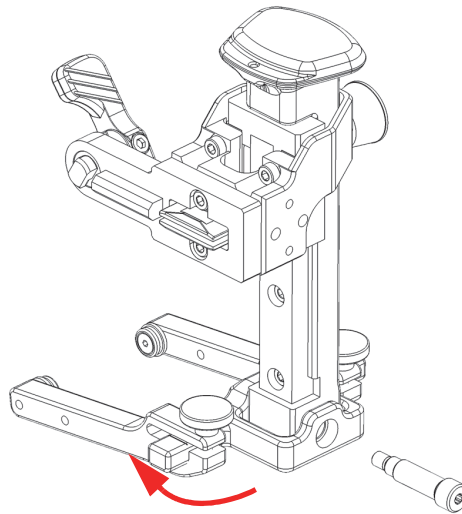

Figura 2-23 Vuelta de la viga pivotante de horquilla
6. Gire la viga pivotante de horquilla a 180 grados y deslícela el brazo retráctil nuevamente en él (ver Figura 2-23 en la página 59).